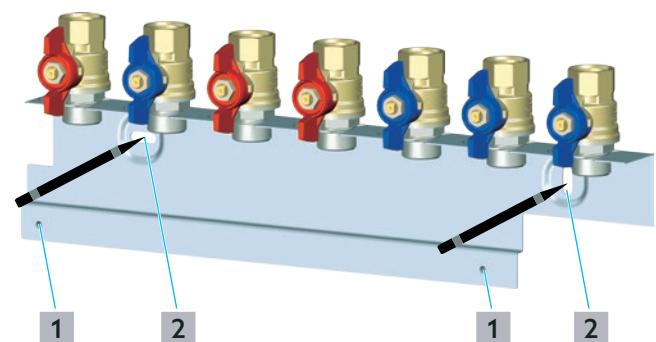

Abb. 6: Kugelhahnanschluss-Set montieren
- 5 Drehen Sie die Gewindestangen in das Halteblech (Position 1 in Abb. 6 auf Seite 8).